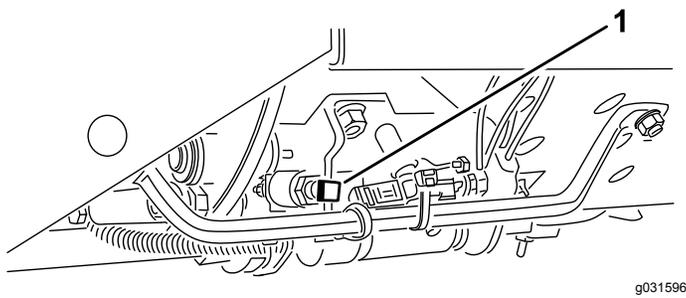

Figure 18
**Important:** La vitesse de tonte est réglée à l'usine à 9,7 km/h (6 mi/h). Vous pouvez augmenter ou réduire la vitesse de tonte en réglant la vis de butée de vitesse (Figure 18).